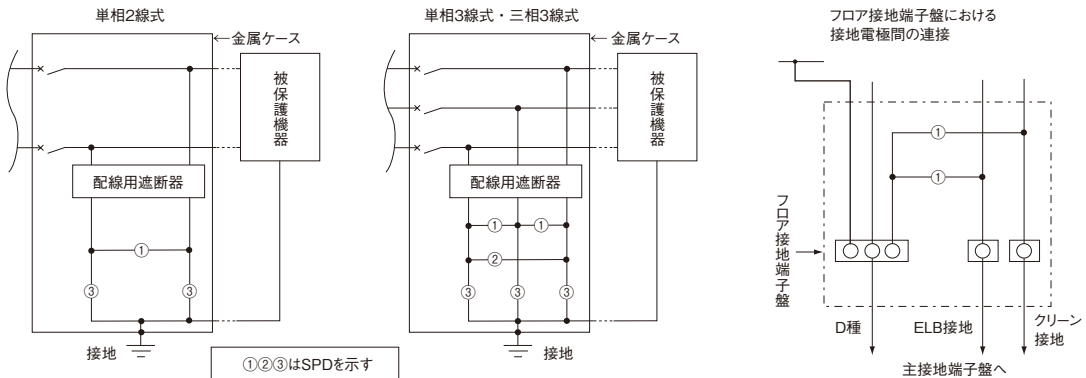

図1 SPDの取り付け回路図
- (1) 万一SPDが破損した場合、およびSPDの点検時に他の機器への影響を防止するために次の事項を厳守してください。
- ① 金属ケース(推奨: 透明窓付きの金属製分電盤)に入れてください。
- ② SPDの点検用スイッチとして、図1に示す様にSPDの電源側に50AF、定格50AT以上の配線用遮断器等(MCCB)を取り付けてください。
- ③ SPDを主幹漏電遮断器の一次側に取り付ける場合、または、漏電による間接接触保護に対してより俊敏な切り離しが必要な場合は、点検用スイッチを漏電遮断器(ELCB)(50AF・定格50AT以上・定格感度電流30mA)としてください。
- ④ 客先指定のある場合は、その指定に従ってください。
- (2) フロア接地端子盤における接地電極間の接続B種接地やクリーン接地など、単独接地された接地極を、雷サージ侵入時のみ短絡して電位差を解消(等電位化)します。